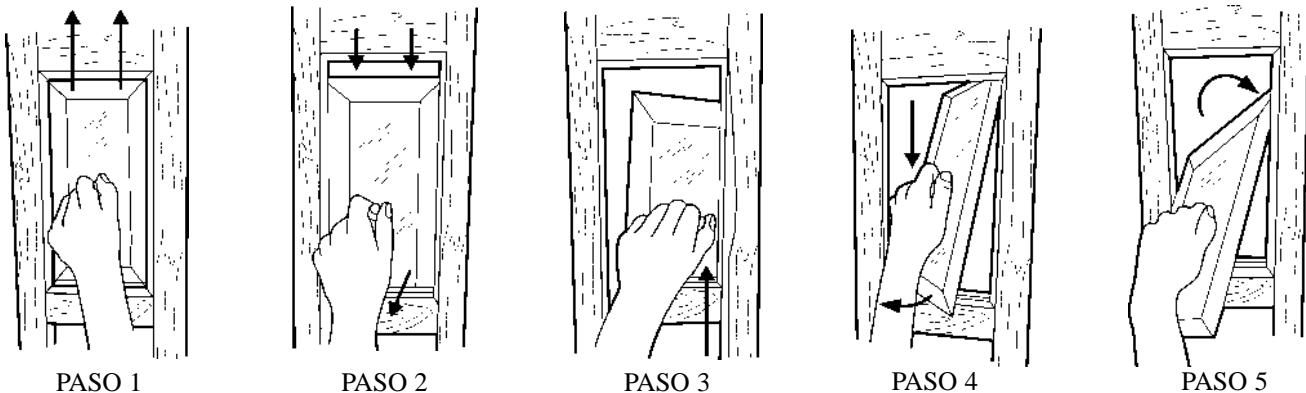

Figura 1
PASO 1 DESEMPACAR EL RELOJO (Figura 1) (Figura 2) (Figura 3)
- B. Para que el reloj funcione correctamente debe tan sólo estar a un nivel visual. Hemos colocado una pata niveladora ajustable en cada uno de los ángulos para que se pueda nivelar el reloj. (Figura 1).